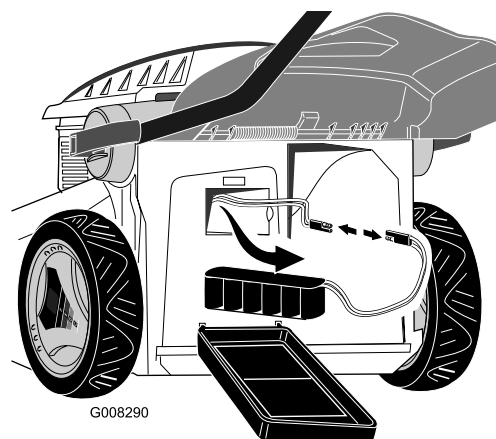

Figura 26
2. Rimuovete la batteria dal relativo vano e scollegate il cavo della batteria dal cavo del tosaerba (Figura 26).